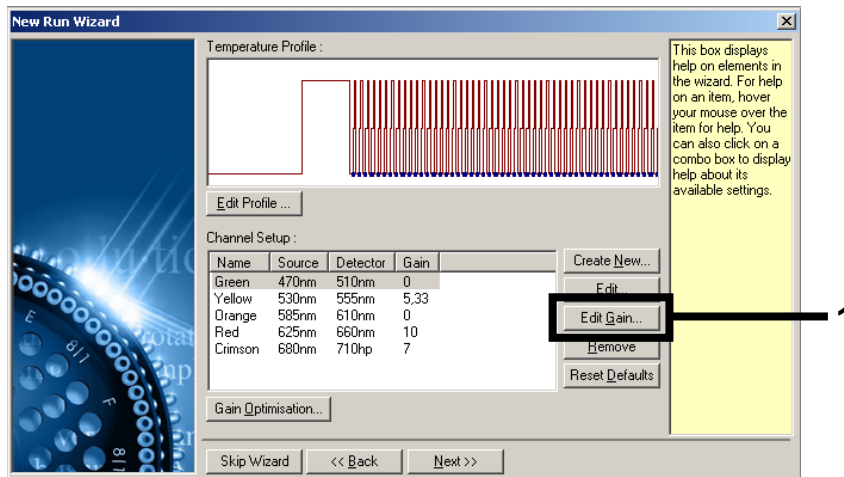

Figure 5. Modification manuelle des valeurs de gain.
6. Cliquer sur « **Edit Gain** » (modifier le gain) pour modifier manuellement les valeurs de gain (Figure 5).